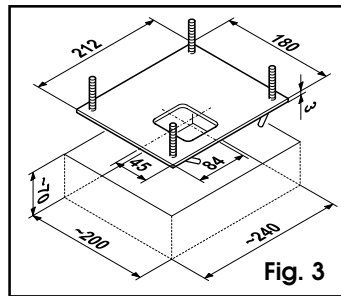
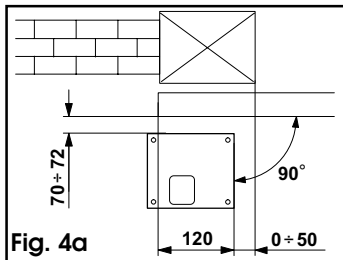
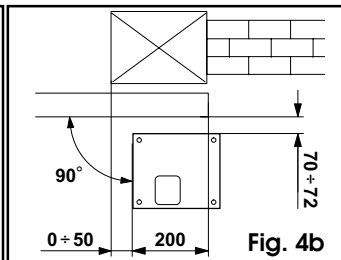

Fig. 3
Fig. 4a
Fig. 4b
- 1) Eseguire uno scavo per la piastra di fondazione come da fig. 3. La piastra di fondazione deve essere posizionata come da fig. 4a (chiusura destra) o fig. 4b (chiusura sinistra) per garantire il corretto ingranamento tra il pignone e la cremagliera.
- 2) Mettere in opera i tubi flessibili necessari per il passaggio dei cavi di collegamento tra il motoriduttore, gli accessori e l'alimentazione elettrica. I tubi flessibili devono uscire circa 3 cm dal foro presente sulla piastra (fig. 3).